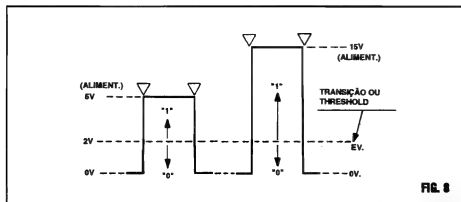

FIG. 8
- FIG. 8 - AFINAL, A PARTIR DE QUAL TENSÃO A ENTRADA DE UM C.MOS "INTERPRETA" A TRANSIÇÃO ENTRE OS NÍVEIS RECONHECIDAMENTE DIGITAIS...? - É importante definir bem qual o real ponto de transição, ou seja, a "voltagem" mais ou menos precisa que uma Entrada C.MOS reconhece como sendo a "fronteira" entre um nível "baixo" e um nível "alto", mesmo porque nem sempre as excitações (por uma série de motivos circuitais...) são intrinsecamente "claras" ou suficientemente rápidas em suas "trocas de estado"... Esse nível de transição (ver diagrama), também chamado de **limiar** ou **threshold**, situa-se, nos C.MOS, em torno de 2V, acima do que qualquer Entrada dessa "família" interpreta como nível "alto" ou "1", e abaixo do qual a mesma Entrada "vê" um nível digital "baixo" ou "0"... Devido a tal parâmetro, quando estamos utilizando um bloco lógico C.MOS em conjugação com circuitos de entrada baseados em componentes discretos, analógicos, é sempre conveniente adotar uma Tensão de alimentação substancialmente acima dos 2V do "limiar", de modo que com toda a segurança e "certeza" os "estados" digitais aplicados sejam devidamente reconhecidos... É por tal razão Teórico/Prática que, embora possamos fazer um